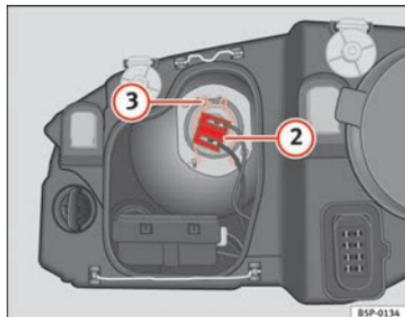

Fig. 186 Feux de croisement
- Retirez le connecteur ⇒ fig. 186 ② de l'ampoule.
- Décrochez le ressort entrebâilleur ⇒ fig. 186 ③ en le pressant vers l'intérieur et vers la droite.